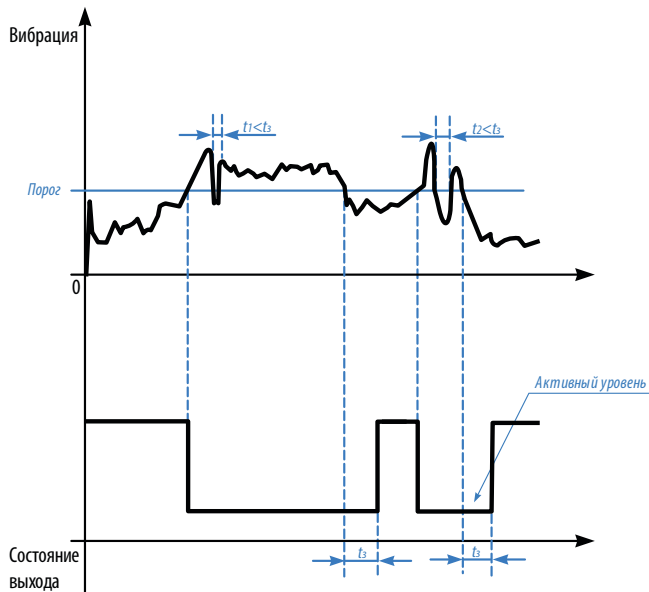

Рис.15. Диаграмма работы выходов в режиме Вибрация.
**Вибрация.** В данном режиме вычисляется мгновенное отклонение модуля ускорений по трем осям относительно усредненного значения ускорения, в %. Как только уровень вибрации (модуль ускорения) превышает заданный порог, то выход датчика переключается в активное состояние (без задержки). Обратное переключение выхода происходит в том случае, если уровень вибрации становится ниже порога и не превышает его в течение заданной задержки ( $t_3$ , Рис.15).